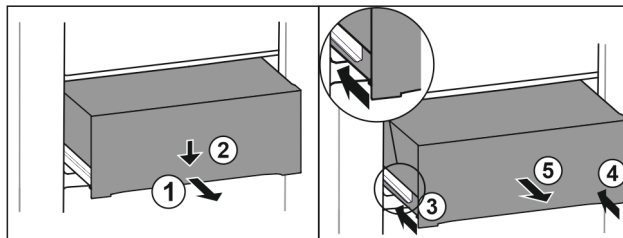

Fig. 84
- ▶ Вытяните выдвижной ящик наполовину. Fig. 84 (1)
- ▶ Вдавите выдвижной ящик в передней части вниз. Fig. 84 (2)
- ▶ Задвиньте левую направляющую прим. на 2 см. Fig. 84 (3)
- ▶ Задвиньте правую направляющую прим. на 2 см. Fig. 84 (4)
- ▶ Извлеките выдвижной ящик движением вперед. Fig. 84 (5)